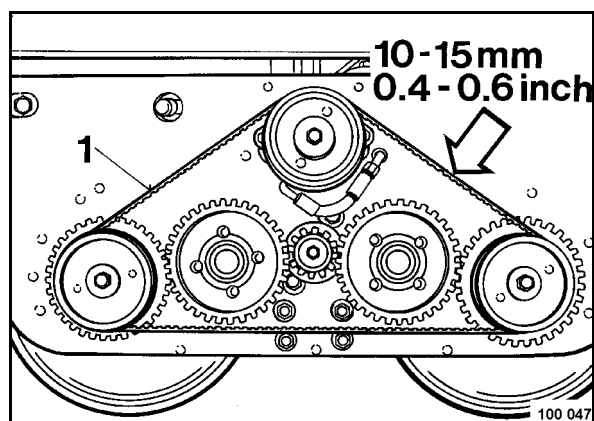

Рис. 73
- Проверить состояние и натяжение зубчатого ремня 1 (Рис. 73). Заменить поврежденный зубчатый ремень.